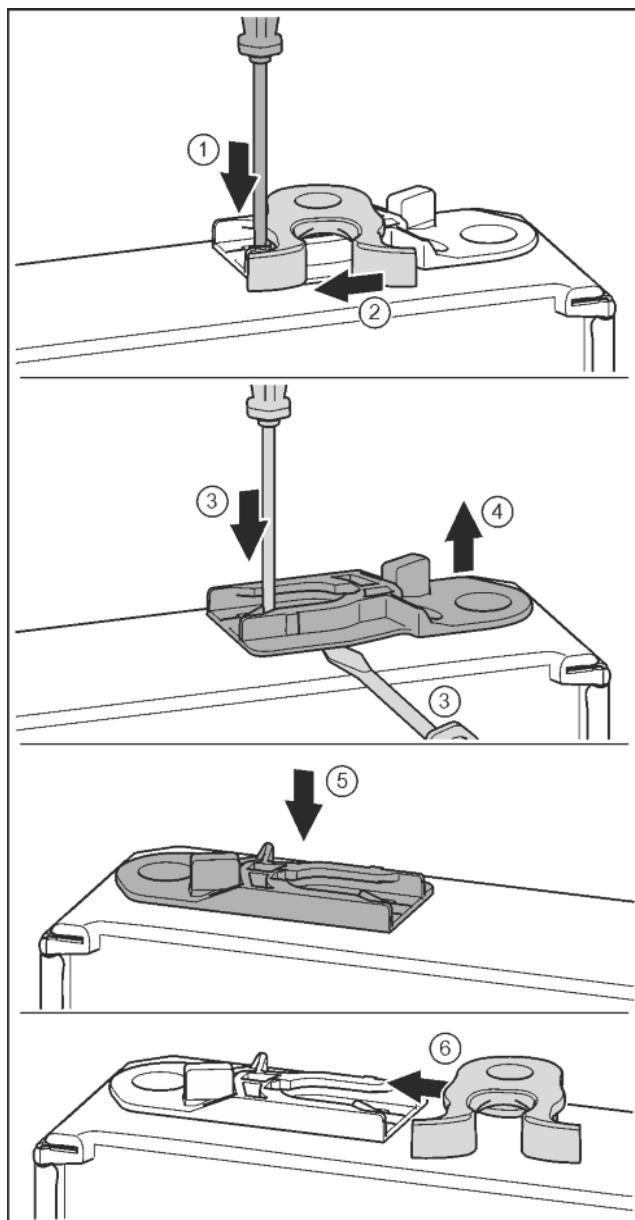

Fig. 19
- Odvijačem s prorezom pritisnite jezičac prema dolje. Fig. 19 (1)
- Izvucite kuku za zatvaranje iz vodilice. Fig. 19 (2)
- Izvucite čahuru za vođenje: Odvijačem s prorezom pritisnite jezičac i istovremeno umetnите odvijač s prorezom ispod čahure za vođenje. Fig. 19 (3, 4)
- Gurnite čahuru za vođenje koja je uključena u isporuku na drugoj strani uređaja. Fig. 19 (5)
- Gurnite kuku za zatvaranje u vodilicu. Fig. 19 (6)